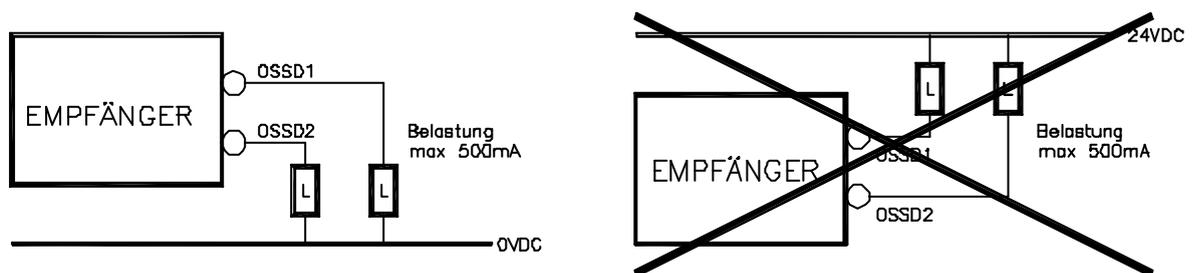

Bild 16
**Unter der Bedingung "Schutzfeld frei" liefert der Empfänger eine Spannung von 24 VDC an beide Ausgänge. Die erforderliche Last muß somit zwischen den Ausgangsanschlüssen und 0 VDC (Abbildung 16) verbunden werden.**